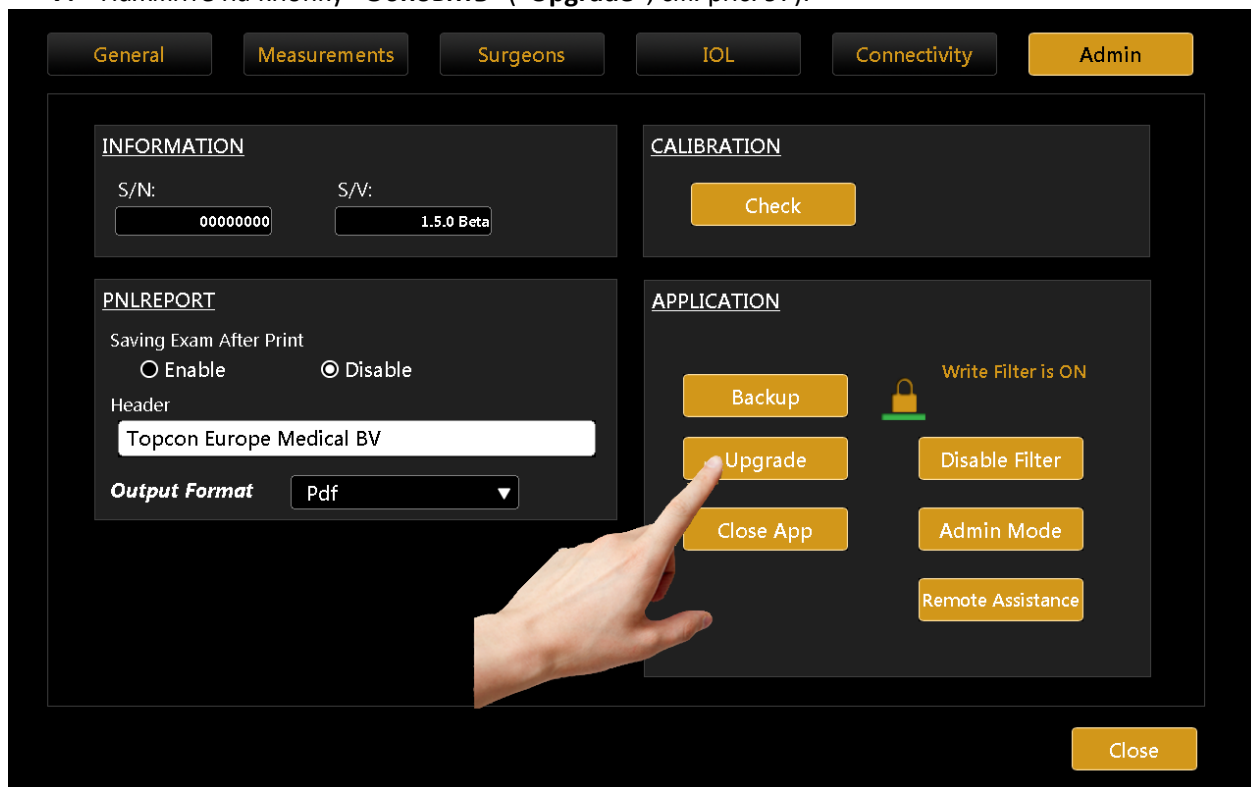

Рис. 97
7. Нажмите на кнопку **"Обновить"** ("Upgrade", см. рис. 97).